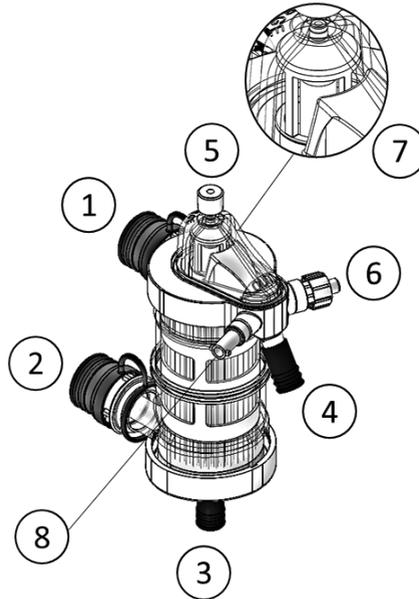

Fig 1.
Het hulpmiddel (Fig.1) is ontworpen om de cardioplegische oplossing te verwarmen/koelen tijdens extracorporele circulatie. Het hulpmiddel is uitgerust met een geïntegreerde bellenvanger (ref.7 Fig.1). Het hulpmiddel is verkrijgbaar in de versies die in Tabel 1 – sectie D zijn vermeld.